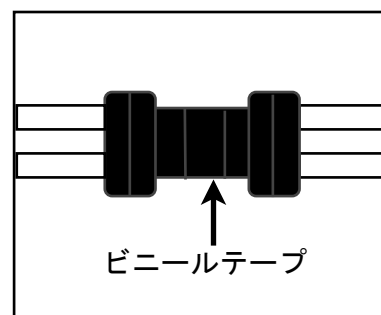

図2-2-3
- 5: ショートしないように、(4)でかした所にビニールテープを巻いて絶縁して下さい。(図2-2-3)